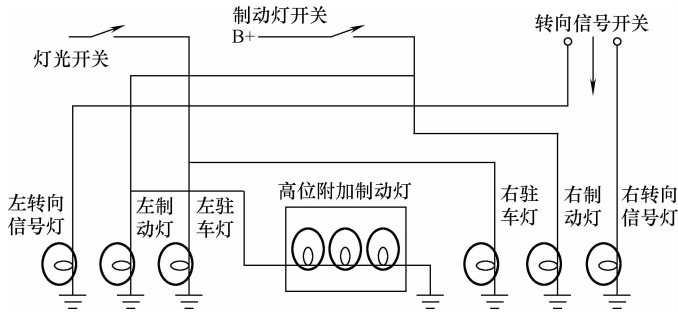

图 4-17 汽车制动灯电路
(2) 制动信号灯的故障诊断与排除 制动灯控制电路如图 4-17 所示。